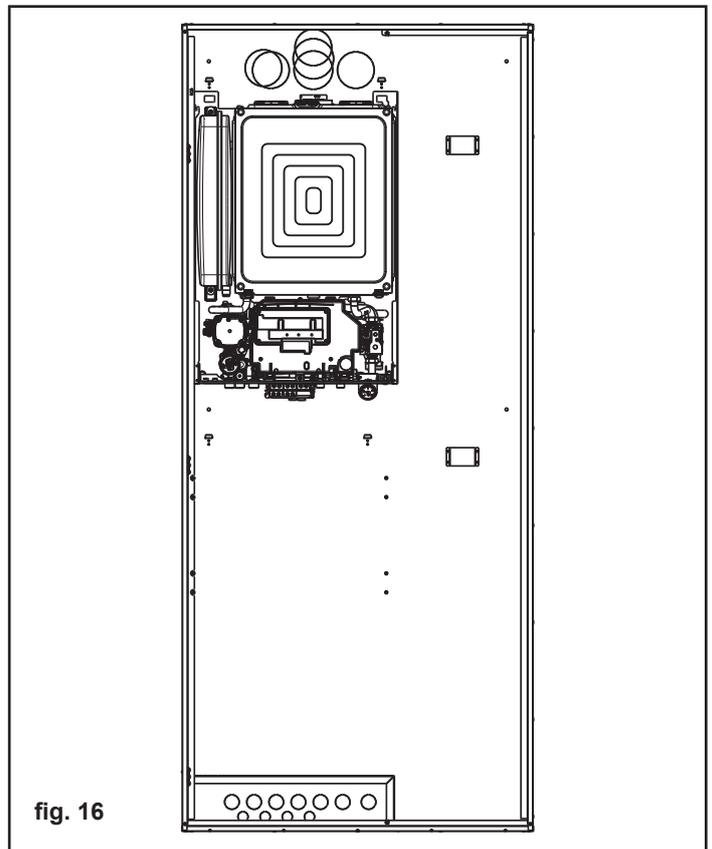

fig. 16
- Svitare la vite di fissaggio della morsetteria elettrica inferiore per agevolare le successive operazioni di installazione (fig. 16)